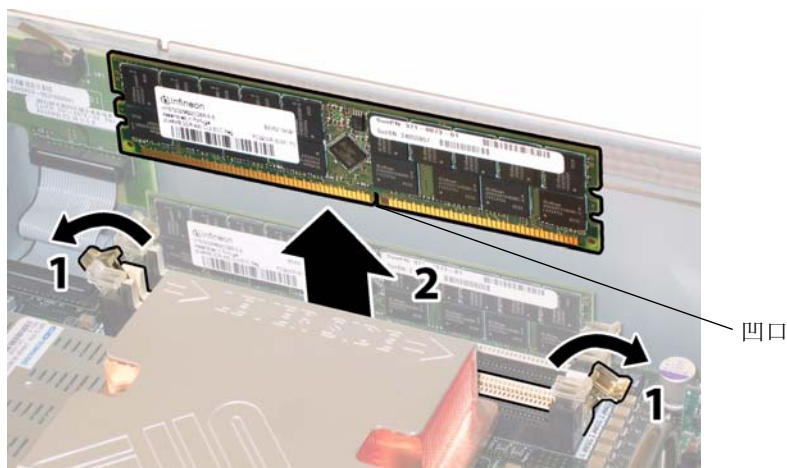

图 4-40 拆卸 DIMM 内存模块
- a. 向外旋转两个 DIMM 插槽弹出杆，直到被挡上。DIMM 内存模块会从插座中部分地弹出。请参见图 4-40。
- b. 将 DIMM 底边的凹口与 DIMM 插座上的卡固销子对齐。请参见图 4-40。